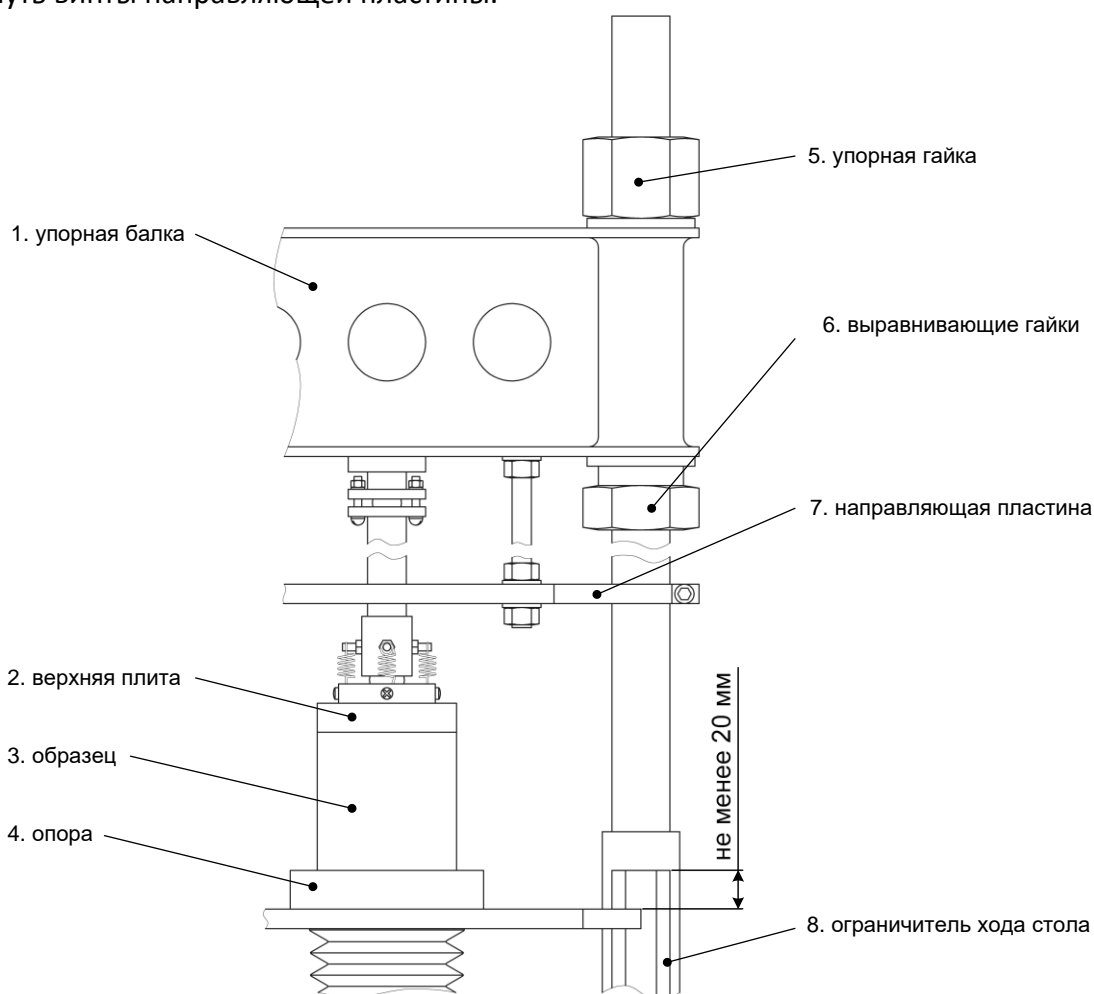

Рисунок 35 – Регулировка положения упорной балки
- 2) при помощи выравнивающих гаек (6) настроить положение упорной балки (1) таким образом, чтобы при касании образца (3) и верхней плиты пресса оставался ход стола не менее 20 мм (контролируется по ограничителю хода стола (8)) (см. рисунок 35, страница 33);